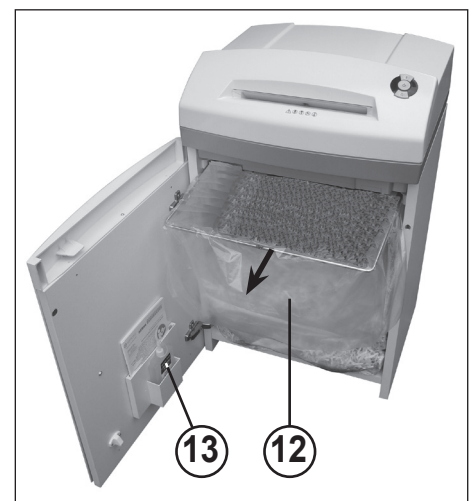

Fig. 4
12 = Saco colector de papel (Fig. 4)
13 = Recipiente de óleo (Fig. 4)
ESVAZIAR O SACO COLECTOR PARA PAPEL (Fig. 4):
Abra a porta. O indicador de controlo (8) acende-se e o indicador LED (4) do botão de retrocesso (4), bem como o indicador de controlo (7) piscam. Retire o recipiente de óleo (13) (Fig. 4) do suporte da porta e volte a fechá-la.